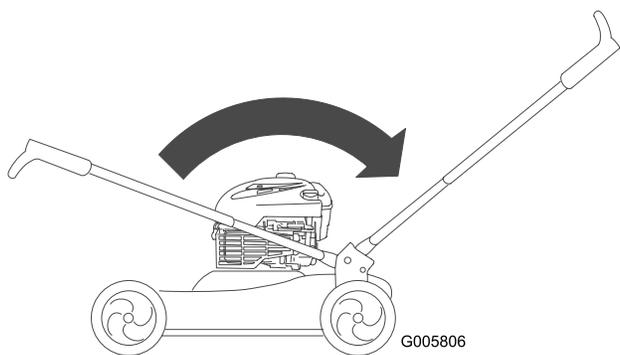

Figura 5
3. Gire el manillar hacia atrás (según se indica) hasta que encaje en su lugar con un 'clic' (Figura 5).